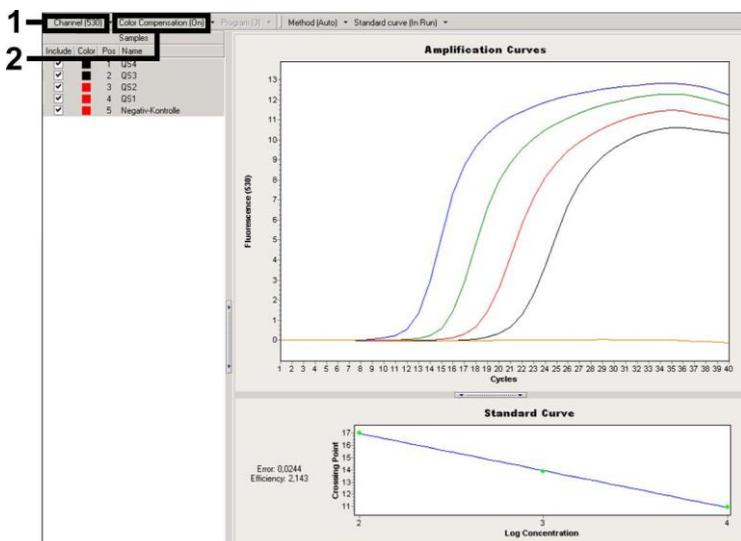

Fig. 16: Attivazione del *Color Compensation File* e selezione del canale di fluorescenza.
Per l'analisi dei dati PCR procedere come segue (vedi Fig. 16):
- Il software dello strumento *LightCycler* versione 4.0 include un file chiamato *Color Compensation File*, che compensa queste interferenze di analisi multicolore fra i canali di fluorescenza. Aprire questo file durante o al termine della PCR selezionando la funzione *Color Comp (On/Off)* (Comp. colore (on/off)), poi selezionare il pulsante *Select Color Compensation* (Seleziona compensazione colore) (vedi Fig. 16). Se non è installato il *Color Compensation File*, generare il file in base alle istruzioni riportate nel manuale dell'operatore del *LightCycler* (*LightCycler Operator's Manual*).